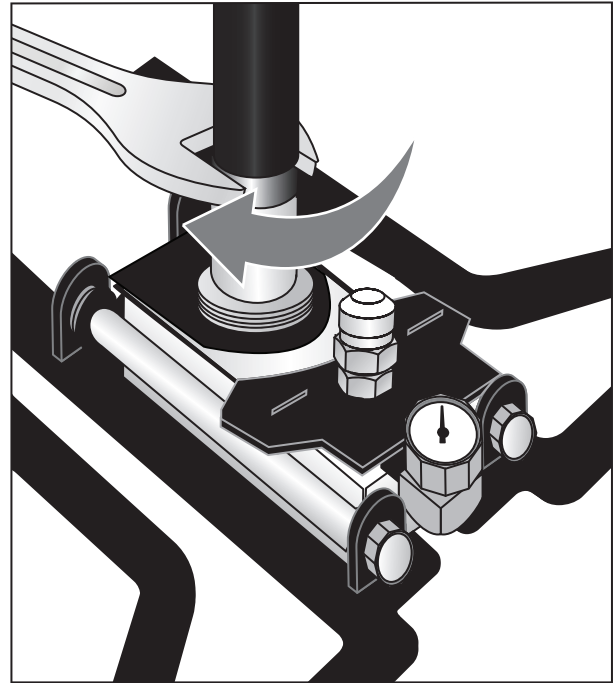

图 2. 拧松外部端帽
要更换活塞密封圈，请参见图 1、图 2 和表 3：
5. 用 30 mm 扳手旋松外部黄铜机身端盖，使它从泵轴上滑落。请参阅图 2。